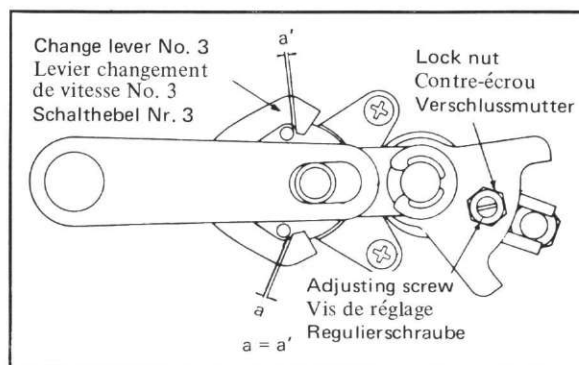

Fig. 4-15-10
Set the change lever (#3) and shift cam pin as shown in Fig. 4-15-10.
- 3) Pose du levier de changement de vitesse (N°3) par rapport au tambour de sélection. Placez le levier de changement de vitesse (N°3) et l'axe du tambour de sélection comme illustré à la Fig. 4-15-10. Vous constatez que les largeurs "a" et "a'" doivent être les mêmes.
Der Schalthebel (Nr. 3) und der Bolzen des Schaltnockens ist wie aus Abbildung 4-15-10 ersichtlich einzustellen.